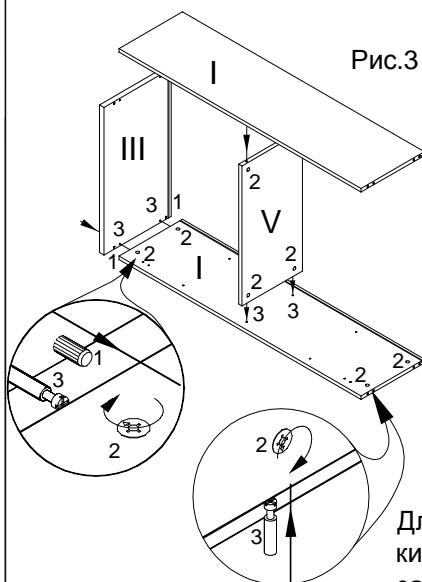

Рис.3
Каркас стеллажа рекомендуется собирать как показано рис.3.
К торцам боковин (I) присоединить полку верхнюю (III). Зафиксировать полку верхнюю (III), затянув стяжки-эксцентрики (2) (см. рис.3).
Каркас стеллажа рекомендуется собирать на боковине, например как показано на рис.3.
тянуть стяжки-эксцентрики (2) (см. рис.3). Присоединить сверху на полки переставные (V) другую боковину (I) (см. рис.3). Затянуть стяжки-эксцентрики (2) (см.рис.3). К торцам боковин (I) присоединить полку верхнюю (III). Зафиксировать полку верхнюю (III), затянув стяжки-эксцентрики (2) в боковинах (I), см рис.3.